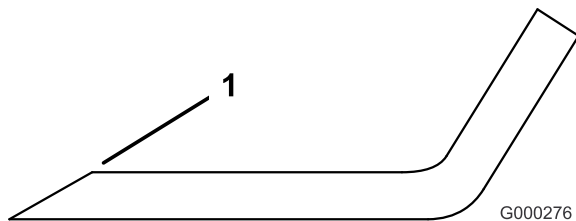

図 79
1. ブレードは、左右の刃先をやすりで磨く（図 79）。刃先の角度を変えないように注意すること。左右を同じだけ削るようにすればバランスが狂わない。